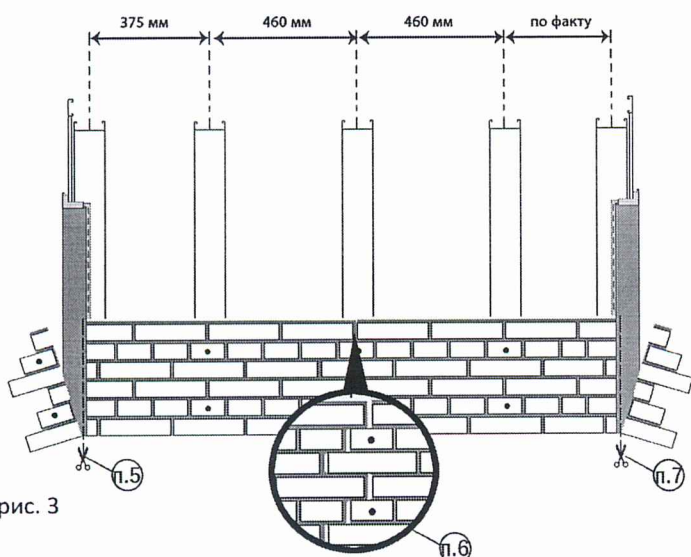

рис. 3
- Первую панель отрезаем, как показано на рис. 3 п.5 и вставляем ее вплотную, в левый наружный угол.
- При монтаже последующих панелей, левым краем мы фиксируем правый край предыдущей панели. рис.3 п.6
- Крайнюю правую панель вставляем в пазы и накладываем на угол. Отмеряем размер до утеплителя наружного угла и отрезаем панель. рис.3 п.7.